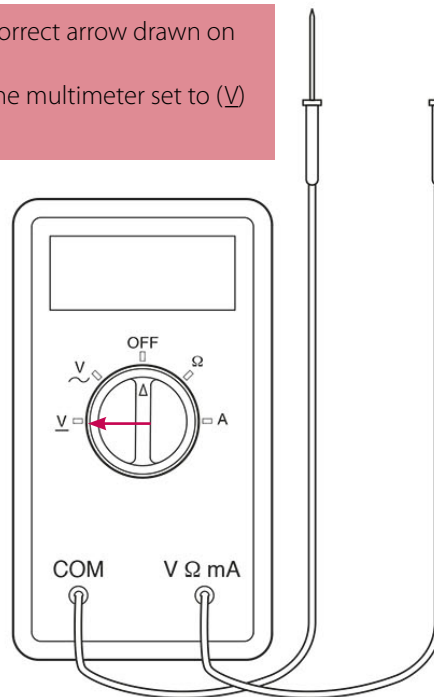

Fig. 5
- (d) (i) Fig. 5 shows a multimeter.
One mark for correct arrow drawn on Fig. 5: